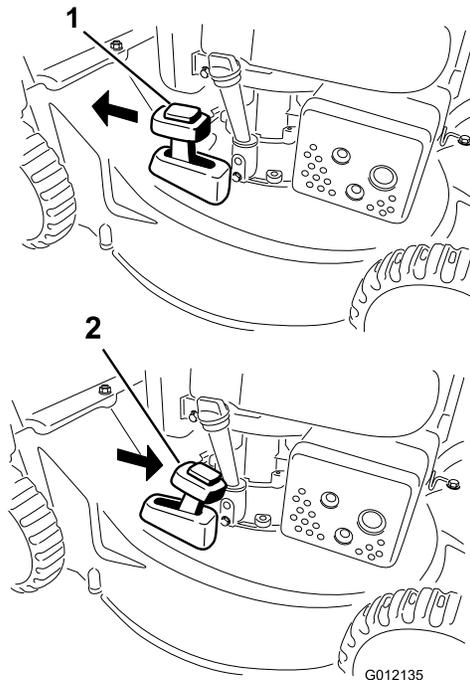

Figure 16
2. Appuyez sur le bouton en haut du levier de recyclage/ramassage et placez le levier à la position **recyclage** (modèle 20836 uniquement) (Figure 16).
2. Pour ramasser l'herbe coupée, montez le bac à herbe (voir Montage du bac à herbe). Appuyez sur le bouton en haut du levier de recyclage/ramassage et placez le levier à la position **ramassage** (modèle 20836 uniquement) (Figure 16).
Remarque: Le levier de recyclage/ramassage doit être à la position **mode ramassage** (Figure 16).